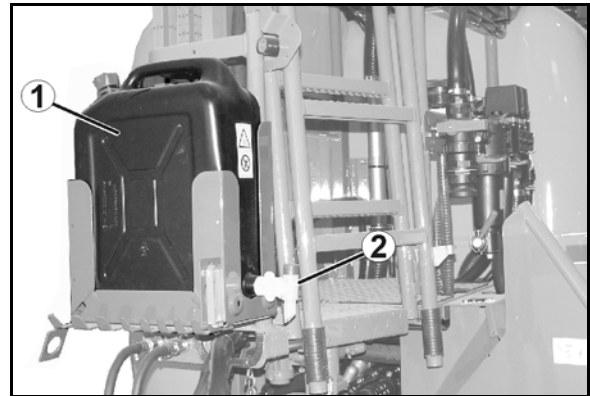

Bild 59
- det stängda luckan trycks nedåt. (Bild 59).